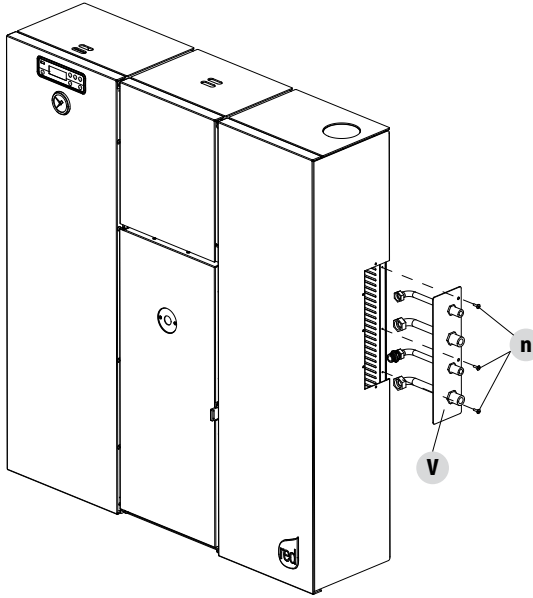

FIGURE 3
- fixer le kit en option avec les trois vis « n » (fig.3)